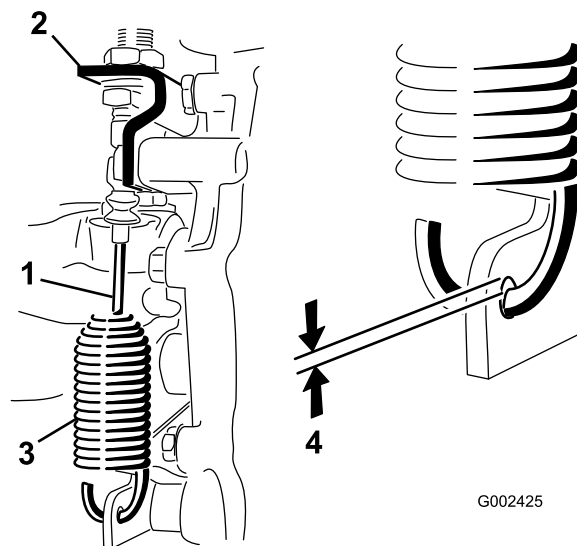

Figura 49
2. Alivie as porcas de segurança que fixam o cabo de bloqueio do diferencial ao suporte no conjunto eixo-transmissão (Figura 49).